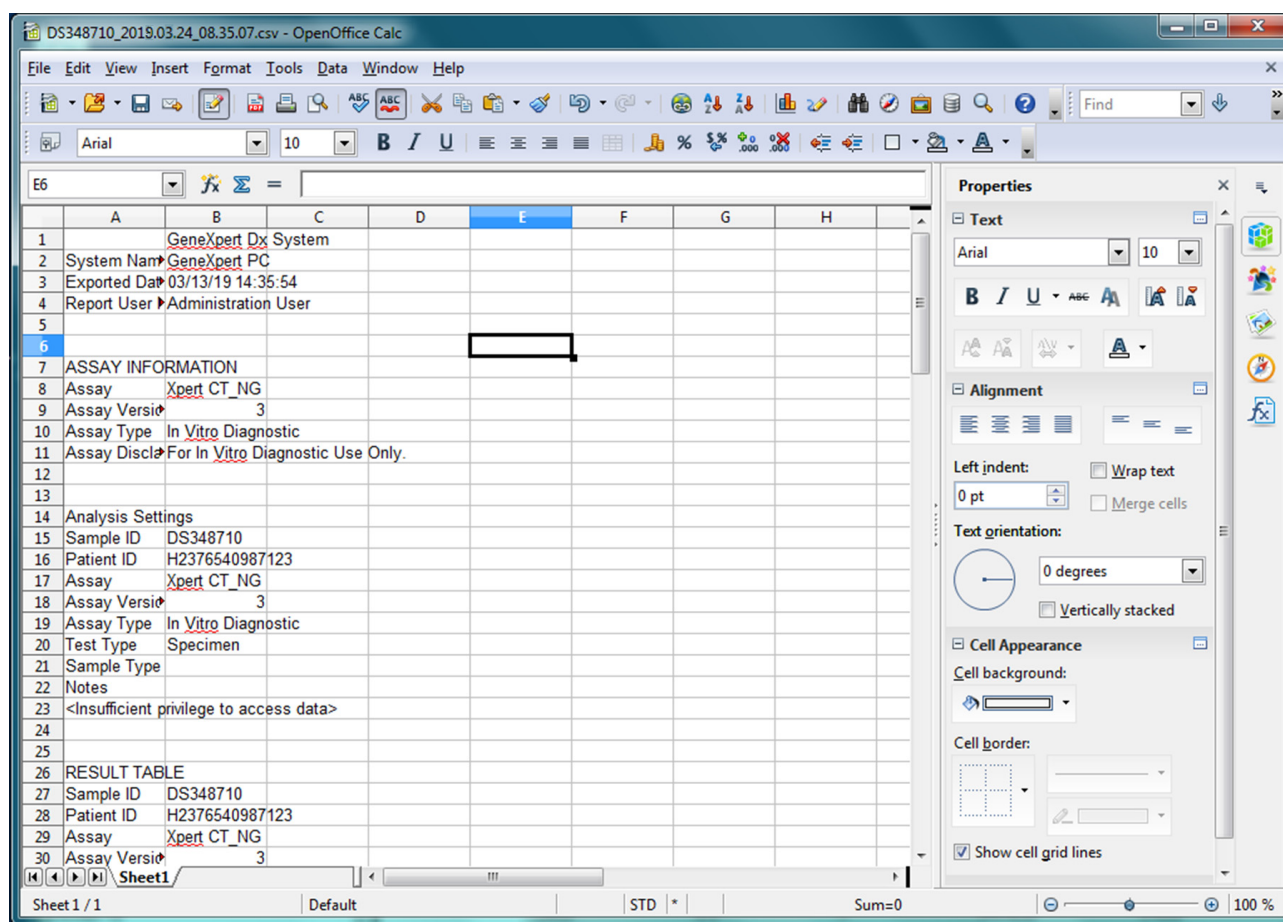

图 5-68. 导出的测试结果示例
- 8. 单击 **Default value（默认值）** 左侧的复选框，然后单击 **OK（确定）** 关闭对话框。然后，列宽会被调整且文件将被格式化，如图 5-68 所示。单击空白栏的任何地方以“取消选中”蓝色单元格，将单元格再次变为白色。